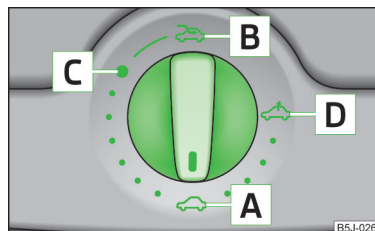

Fig. 38
El techo corredizo/elevable se maneja con el conmutador giratorio » fig. 38 de la página 57 y sólo funciona estando conectado el encendido. El conmutador giratorio tiene varias posiciones.
Si se desembornó y se volvió a embornar la batería del vehículo, puede ocurrir que el techo corredizo/elevable no cierre del todo. Por ello, se deberá colocar el conmutador giratorio en la posición **A** » fig. 38 de la página 57 y presionar hacia delante durante unos 10 segundos.
- Gire el conmutador a la posición **C** » fig. 38.
- Gire el conmutador a la posición **B** » fig. 38 y manténgalo en esa posición (posición con resorte).
- Gire el conmutador a la posición **D** » fig. 38.
- Gire el conmutador a la posición **A** » fig. 38.
El techo corredizo/elevable está equipado con un limitador de fuerza. Si un obstáculo (p. ej., hielo) impide el cierre, el techo corredizo/elevable se parará y se abrirá completamente. Se puede cerrar por completo el techo corredizo/elevable sin limitación de fuerza pulsando el interruptor en la posición **A** » fig. 38 delantera hasta que el techo corredizo/elevable esté completamente cerrado » **Página 57**, **!** en sección *Introducción al tema*.
Tras cada accionamiento de emergencia (con la llave allen) se debe colocar el techo corredizo/elevable en la posición básica. Por ello, se deberá colocar el conmutador giratorio en la posición **A** » fig. 38 de la página 57 y presionar hacia delante durante unos 10 segundos.